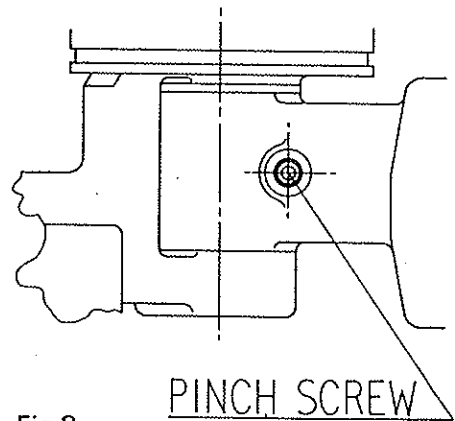

Fig 8
ピンチスクリューを緩め(図8)
- 6-15 ピンチスクリュー(図8、3-13を